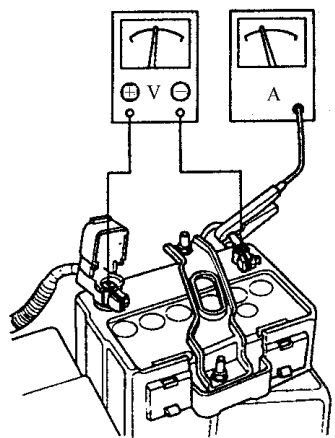

图 9-3 安培表和电压表的连接
- 1) 如图 9-3 所示,连接安培计 0~400A、电压表 0~20V (精确到 0.1V 以内)和转速表 0~1200r/min。